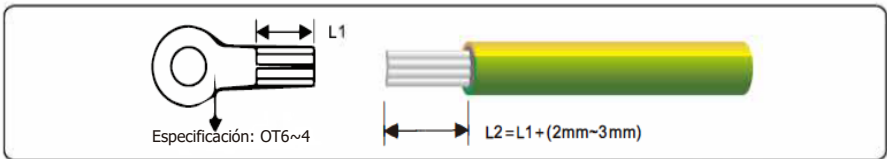

Figura 5.1 Segmento pelado (unidad: mm)
Paso 1 Pele una porción adecuada de la capa de aislamiento del cable PGND con un pelacables; el segmento pelado debe ser entre 2-3 mm más largo que el extremo de prensado del terminal OT, tal como se ilustra en la figura 5.1.